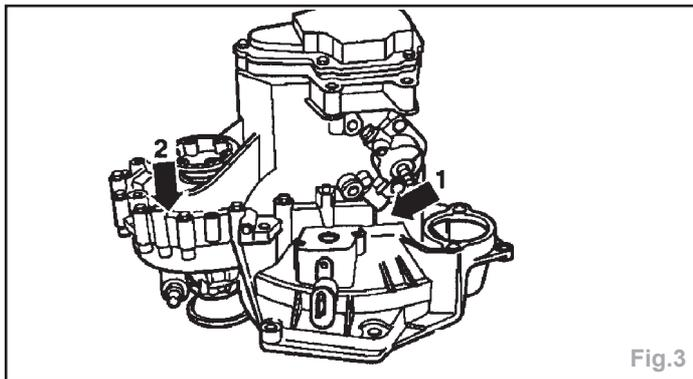

Fig.3
- Lettres-repères et date de fabrication de la boîte de vitesses (flèche 1) (Fig.3).
- BV mécanique 02J (flèche 2) (Fig.3).